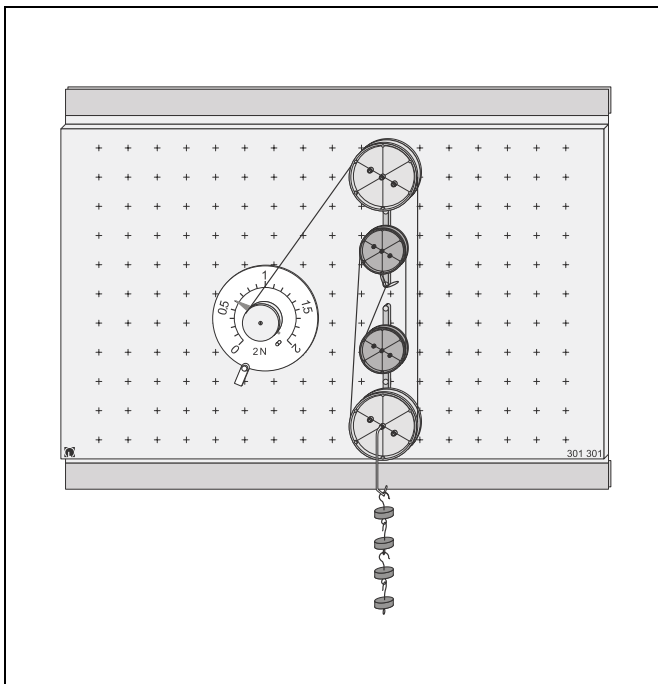

Fig. 5 Versuchsaufbau mit Flaschenzug
- Demonstrationsschnur – wie in Fig. 5 dargestellt – vom Rundkraftmesser aus um alle vier Rollen führen.